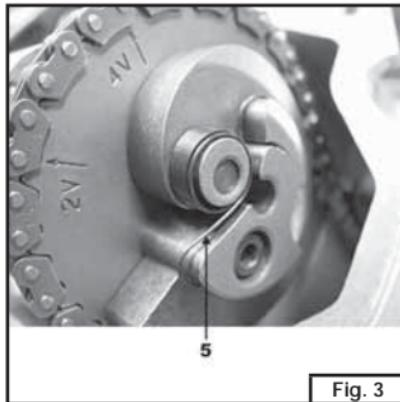

Fig. 3
- Sfilare la molla (**Fig.3-part.5**).
- Remove the spring (**Fig. 3 – part. 5**).
- Enlevez le ressort (**Fig. 3 – det. 5**).